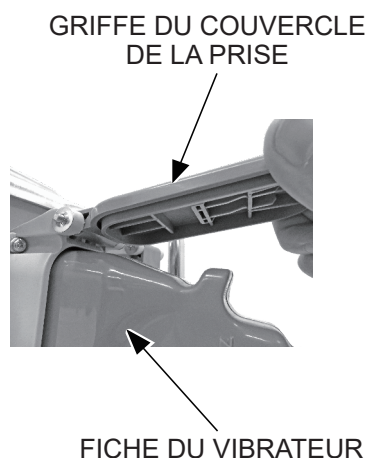

Figure 8. Soulever le couvercle de la prise de sortie
13. Débrancher la fiche mâle du vibrateur de la prise côté sortie de l'onduleur. Comme la griffe du couvercle de la sortie attrape la fiche, soulever le couvercle pour dégager la griffe avant de débrancher la fiche (Figure 8).